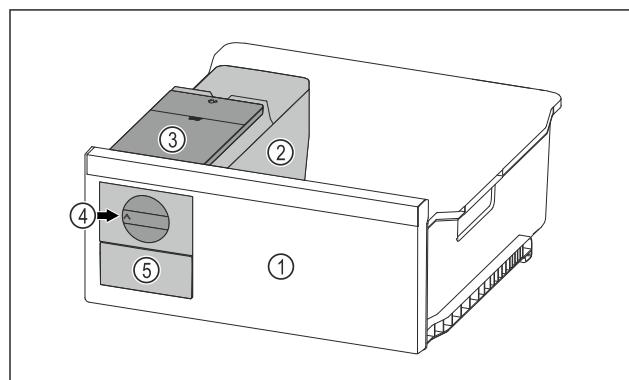

Fig. 112 Beispielhafte Darstellung
- Drehknopf Fig. 112 (4) im Uhrzeigersinn bis zum Anschlag drehen.
- Eiswürfel fallen aus der Eiswürfelschale in das Eiswürfelschubfach Fig. 112 (5).